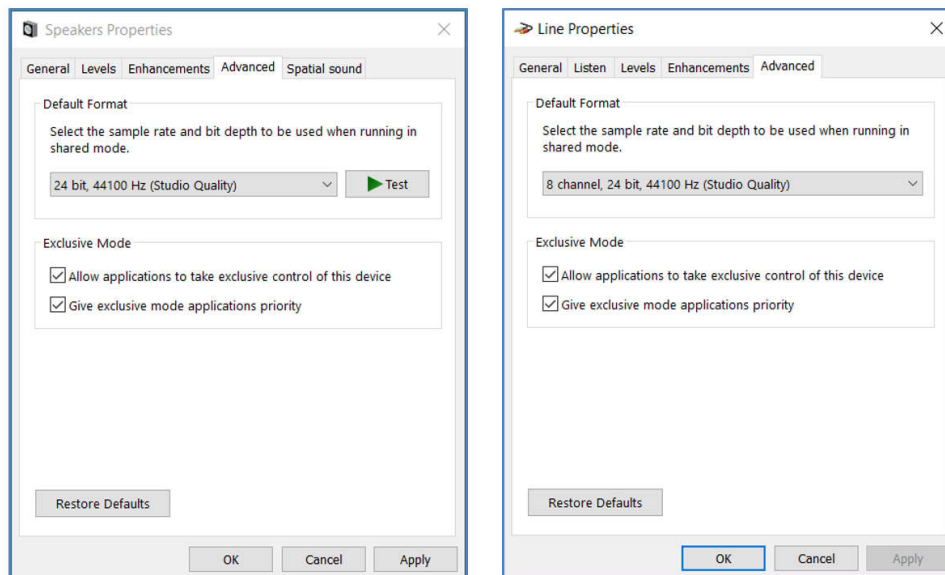

图 4-3. 学习板的聲音設置
- 打开输出设备和输入器件的附加器件属性，并检查 **Advanced** 项中器件的采样率。正确的配置需要如 图 4-3 所示。